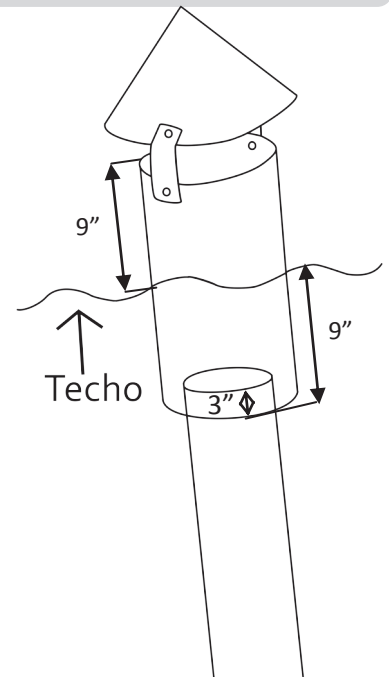

Figura 26
- #2** Pase la chimenea fija por el hoyo así hasta que sobresalga una mitad (9 pulgadas) adentro y una mitad afuera (9 pulgadas) de la cocina. (**Figura 26**)